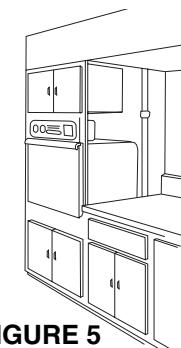

FIGURE 5
**Equipement de cuisine intégré.** Vous trouverez souvent un espace vide derrière votre équipement de cuisine intégré. Si cet espace s'aligne avec un mur intérieur sans obstruction de l'étage supérieur ou avec un placard, cela pourrait être le point clé de votre installation. Voyez la figure 5. Vous pourriez également envisager d'installer la tuyauterie non intégrée à travers les armoires ou les cabinets de cuisine.